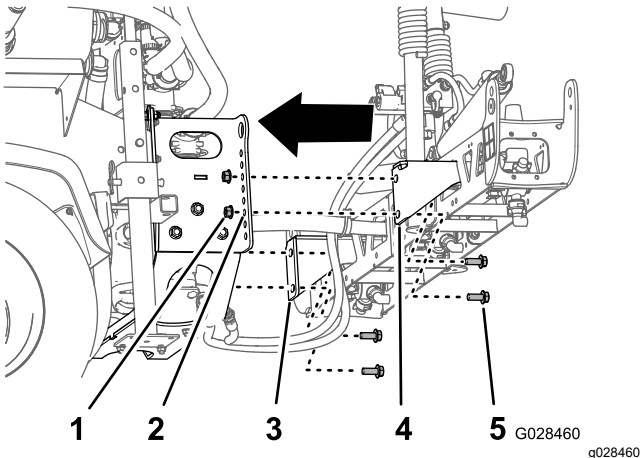

Figure 39
2. Alignez le trou inférieur des supports de section de la rampe centrale sur le troisième trou en partant du bas des supports de rampe sur le cadre du patin du pulvérisateur, comme montré à la Figure 39.